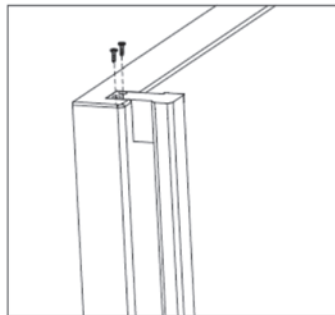

Abbildung 3
- 2) Drehen Sie die Schrauben (3) mit einem Schraubendreher in die passenden Bohrungen (4) ein; siehe Abbildung 3.